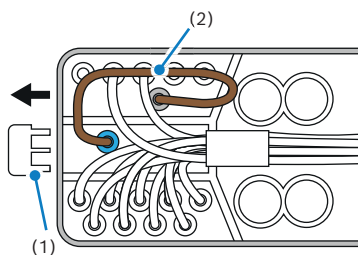

Imagen 1
6. Instale un cable puente en el conector macho XE2 del mazo de cables (Imagen 1).